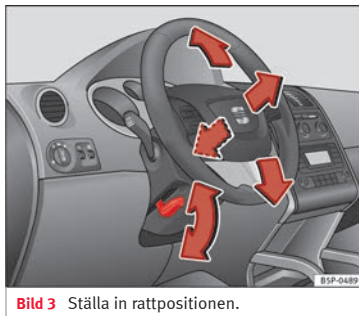

Bild 3 Ställa in rattpositionen.
- Tryck spaken under rattstängsen » bild 3 nedåt » ⚠.